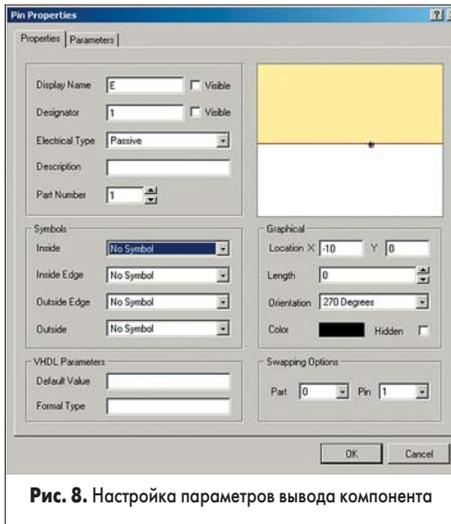

Рис. 8. Настройка параметров вывода компонента
- Выполним двойной щелчок левой кнопкой мыши на одном из выводов старого символа. В появившемся окне Pin Properties в поле Length изменим длину вывода на 0 (рис. 8). Вывод при этом вырождается в точку, но это позволит уменьшить размеры символа транзистора и в дальнейшем рисовать более плотные схемы.